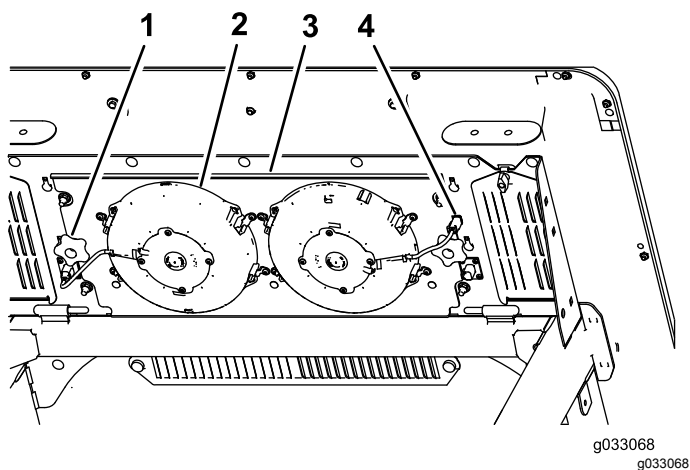

Figura 57
1. Painel 2. Patilha (4)
3. Desligue a ficha e cabo das ventoinhas da tomada (Figura 57).
1. Manípulo (2) 3. Painel da ventoinha
2. Ventoinha (2) 4. Ficha e cabo (2)
4. Retire os dois manípulos que prendem o conjunto de ventoinha-painel e ventoinhas ao lado inferior do topo da cabina (Figura 57) e retire o conjunto.